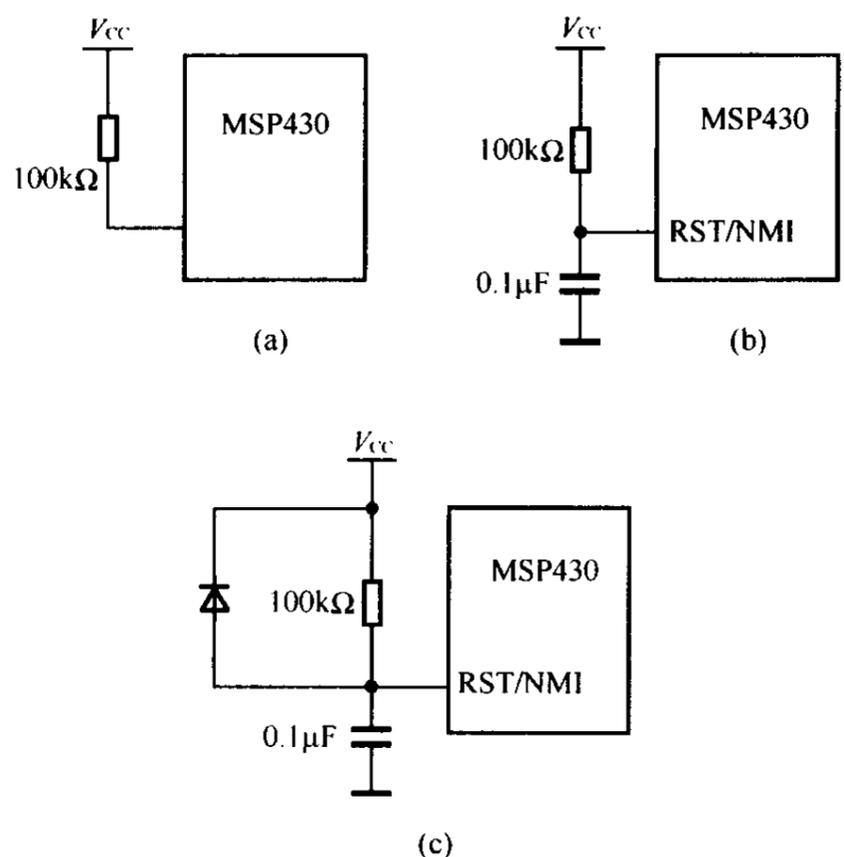

图 1-5 典型复位电路
(1) 由于 MSP430 具有上电复位功能，因此，上电后只要保持 RST/NMI（设置为复位功能）为高电平即可。通常的做法为，在 RST/NMI 管脚接 100kΩ 的上拉电阻，如图 1-5 (a) 所示。
(2) 除了在 RST/NMI 管脚接 100kΩ 的上拉电阻外，还可以再接 0.1μF 的电容器，电容的另一端接地，可以使复位更加可靠。如图 1-5 (b) 所示。
(3) 由于 MSP430 具有极低的功耗，如果系统断电后立即上电，则系统中电容所存储的电荷来不及释放，此时系统电压不会下降到最低复位电压以下，因而 MSP430 不会产生上电复位，同时 RST/NMI 管脚上也没有足够低的电平使 MSP430 复位。这样，系统断电后立即上电，MSP430 并没有被复位。为了解决这个问题，可增加一个二极管，这样断电后储存在复位电容中的电荷就可以通过二极管释放，从而加速电容的放电。二极管的型号可取 1N4008。如图 1-5 (c) 所示。